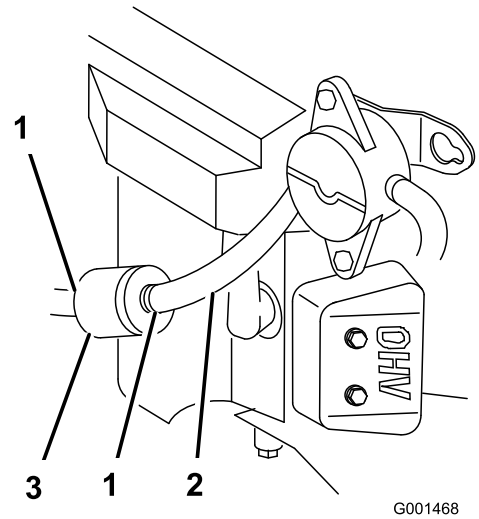

Bild 28
3. Schliessen Sie den Kraftstoffhahn am Kraftstofftank (Bild 28).
4. Drücken Sie die Enden der Schlauchklemmen zusammen und schieben Sie sie vom Filter weg (Bild 28).
7. Öffnen Sie den Kraftstoffhahn am Kraftstofftank (Bild 28).